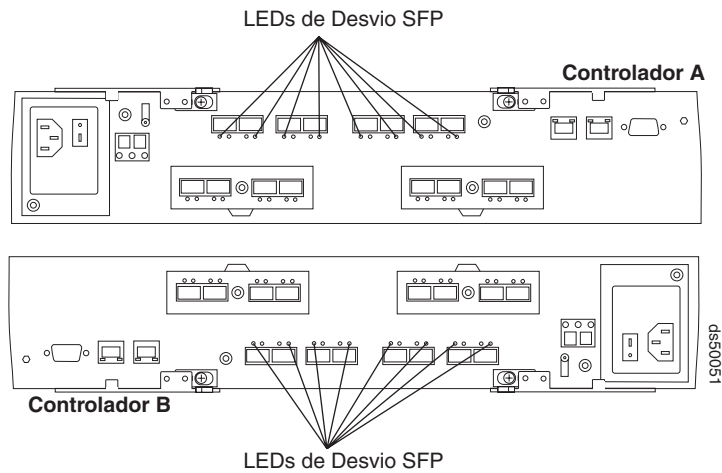

Figura 124. LEDs de Atenção Necessária e de Desvio do Módulo SFP
3. Localize o módulo SFP com falha verificando o LED de Desvio SFP e o LED de Atenção Necessária nos controladores. Se uma falha for detectada, os LEDs serão acesos. A Figura 124 na página 210 mostra o local do LED de